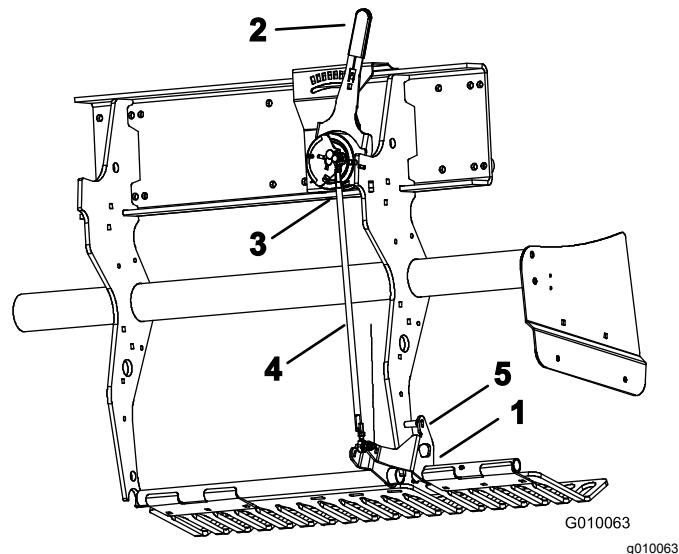

Figura 59
2. Ruotate la staffa di montaggio della protezione del tappeto erboso di sinistra (Figura 59) verso l'alto, fino a quando non è possibile inserire un perno di bloccaggio (bullone o fioretto da 5/16") tra la staffa e il tubo di impostazione della profondità saldato al telaio.
3. Spostate la leva di profondità delle fustelle (Figura 59) in posizione H (profondità massima).
4. Scollegate l'interruttore a sfera (Figura 59) dal cablaggio preassemblato (interruttore 'testa abbassata').
5. Allentate i controdadi (sinistro e destro) sul tirante di regolazione della profondità (Figura 59).